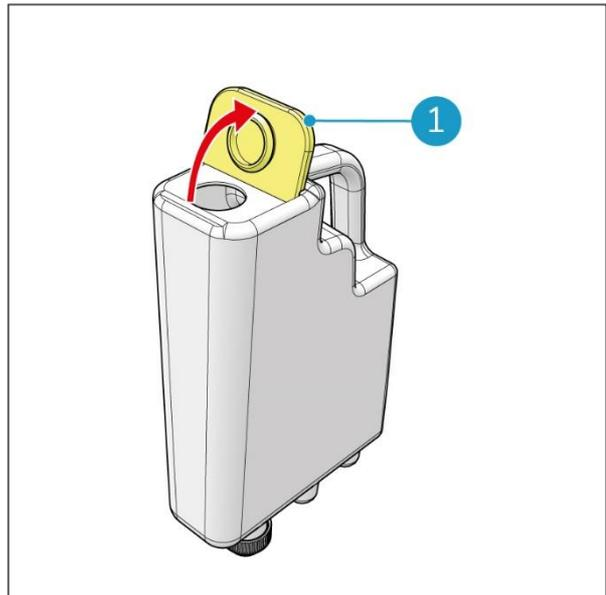

Figure 18
2. Ouvrez le bouchon de remplissage jaune (Figure 18, pos. 1).